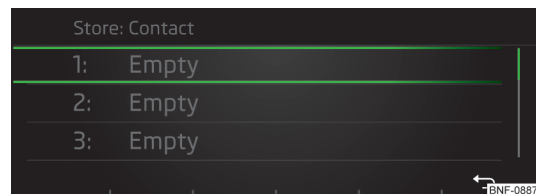

Bild 111
- Välj var du vill spara favoriten » bild 111.